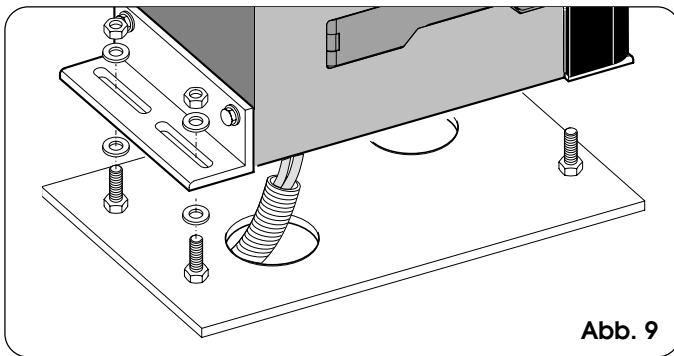
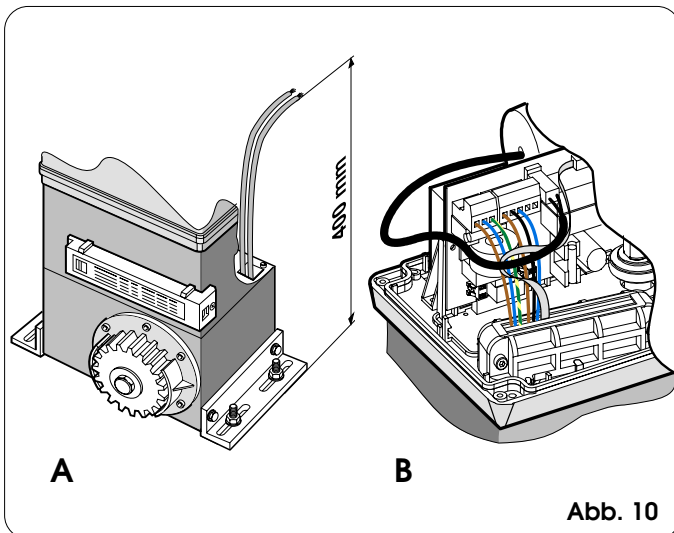

Abb. 9
Abb. 10
- 3) Den Antrieb mit den Unterlegscheiben und den Muttern aus dem Lieferumfang gemäß Abb. 9 auf der Platte anbringen. Hierbei die Kabel durch die in der unteren Gehäusenhälfte vorgesehene Führung in den Antrieb einziehen (Abb. 10 - Bez. A). Die Kabel mit Hilfe der mitgelieferten Kabelpresse aus Gummi durch die entsprechende Öffnung zum elektronischen Steuergerät führen. Dafür sind die Kabelmäntel zu entfernen, sodass die Kabelpresse lediglich auf den einzelnen Drähten haftet (Abb. 10 - Bez. B).